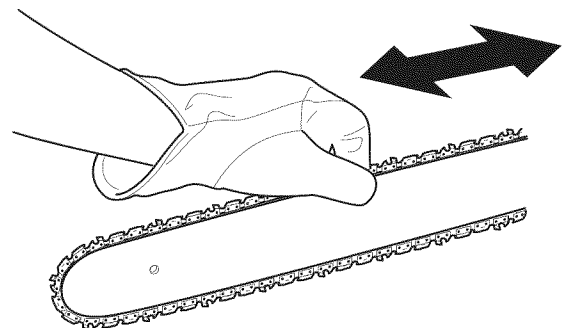

Fig. 28
4. Mantenga arriba la punta de la barra guía y mueva la cadena de la sierra hacia atrás y hacia adelante a lo largo de la barra guía (Fig. 28). Compruebe que la cadena de la sierra se mueve libremente y está en el engrane apropiado con la rueda dentada. Si la cadena de la sierra no se mueve con facilidad, gire lentamente el tornillo tensor de la cadena en el sentido contrario a las agujas del reloj para aflojar la cadena de la sierra.